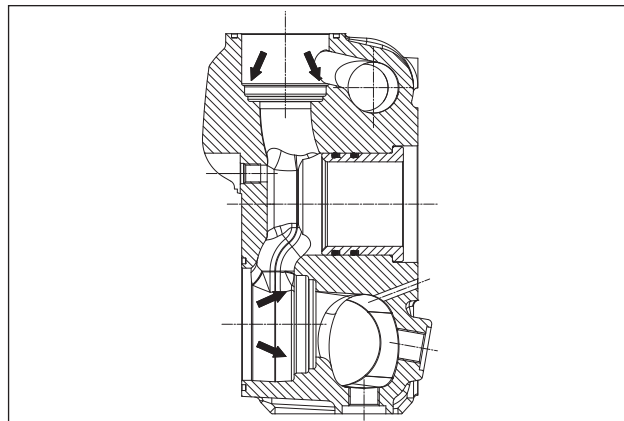

图 145
重新安装阀组前，应彻底清洁和干燥泵头里的相应底座，如箭头所示 (①, 图 145)。